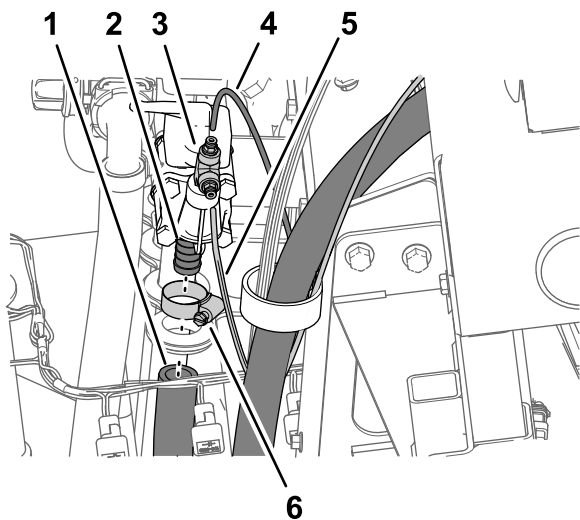

Рисунок 21
1. С правой стороны клапана регулировки давления снимите шланговый хомут, который крепит впускной шланг к штуцеру типа «елочка» на клапане регулировки, и снимите шланг со штуцера (Рисунок 21).
2. Нажмите на запорное кольцо соединительной муфты и отсоедините трубку датчика давления, идущую к манометру на приборной панели машины (Рисунок 21).
3. Нажмите на запорное кольцо соединительной муфты и отсоедините трубку датчика давления, идущую к манометру на шланговом барабане (Рисунок 21).
4. Снимите тройник и фитинги с прямоугольного колена в конце клапана регулировки давления (Рисунок 21).